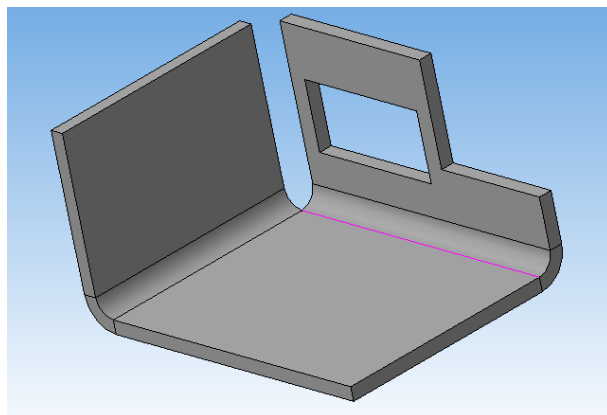

Рисунок 71.
7. Нажать «Создать объект», система выполнит сгиб (рисунок 71).